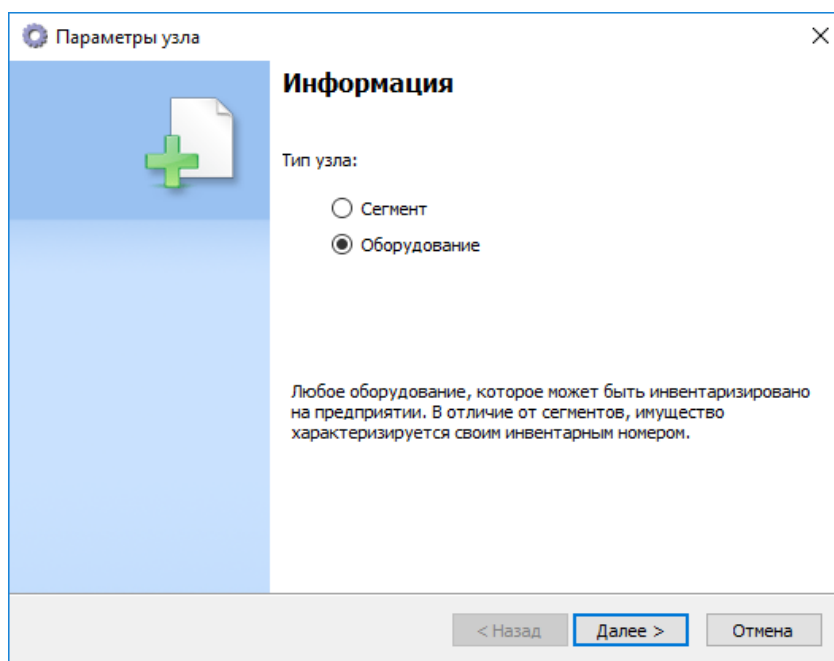

Рисунок 3.6.1
- в отрывшемся окне (см. Рисунок 3.6.1) выбрать тип узла «Оборудование» и нажать кнопку «Далее»;